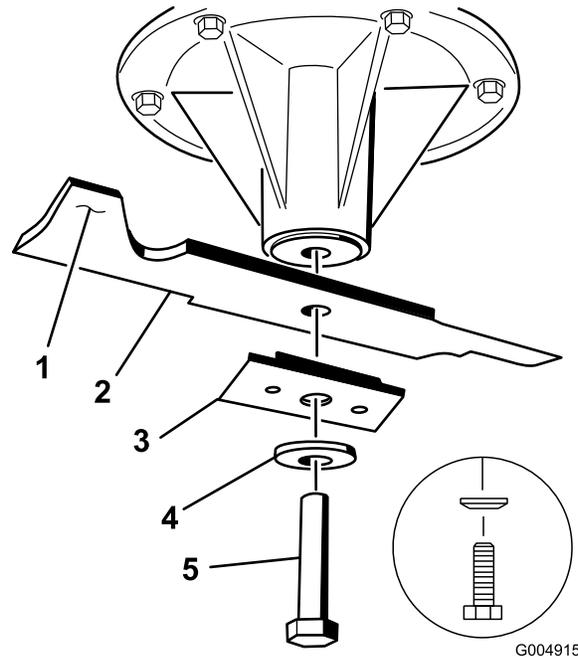

Bild 51
2. Entfernen Sie die Messerschraube, Wellenscheibe, Messerverstärkung und das Messer von der Spindelwelle (Bild 51).